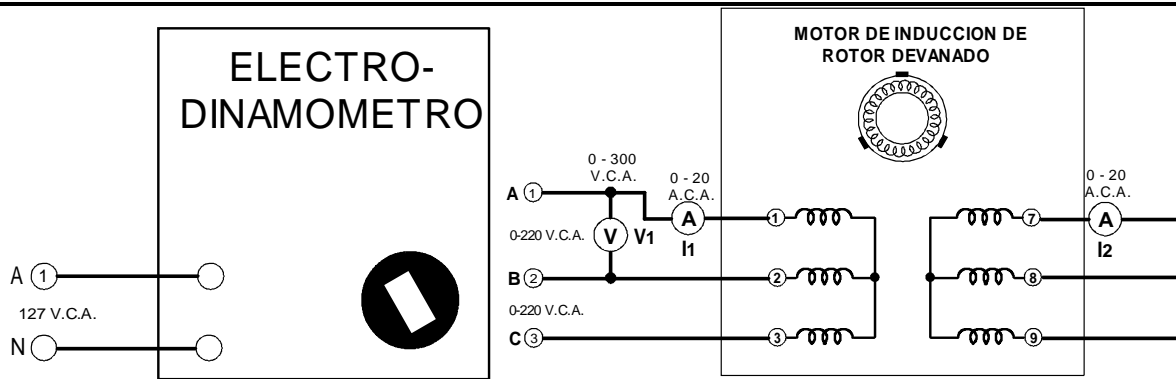

Fig. A7-2
5.- Conecte el circuito que se ilustra en la figura A7-2.